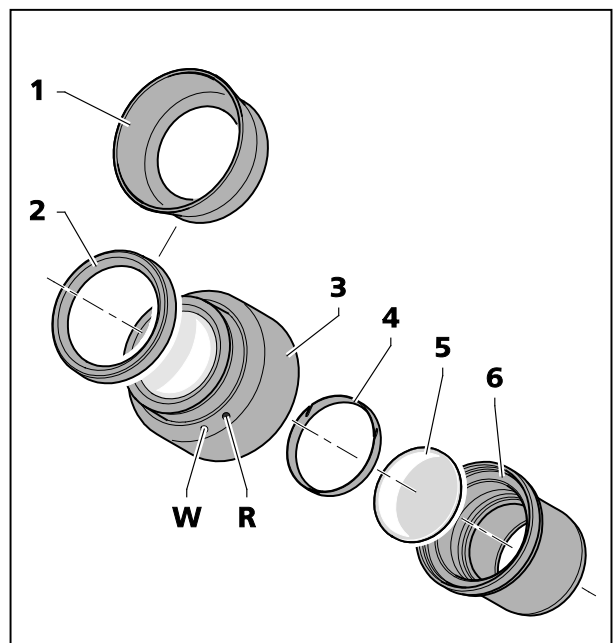

Fig. 16 Insertar la placa ocular
Los oculares están provistos de anillos de goma para la protección de gafas a fin de evitar rasguños en los cristales de gafas. Se pueden sustituir a discreción por conchas oculares volvíbles (Fig. 16/1).
- Quitar para ello los anillos para la protección de gafas (Fig. 16/2) de los oculares y poner las conchas oculares (Fig. 16/1).
- Desenroscar el elemento de diafragma (Fig. 16/6) del ocular (Fig. 16/3).
- Retirar el anillo de seguridad (Fig. 16/4).
- Insertar la placa ocular (Fig. 16/5).
El ligero desplazamiento de la imagen causado por el camino de vidrio adicional se tiene en consideración en la escala de dioptrías de tal forma que la posición cero no es indicada por el punto blanco (Fig. 16/**W**) sino por el punto rojo (Fig. 16/**R**).